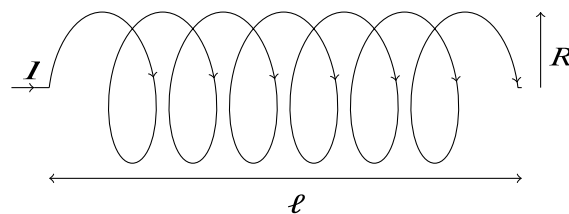

Figure 3
I.4) On s'intéresse à un solénoïde de longueur ℓ et de rayon R comportant N spires (voir **figure 3**).